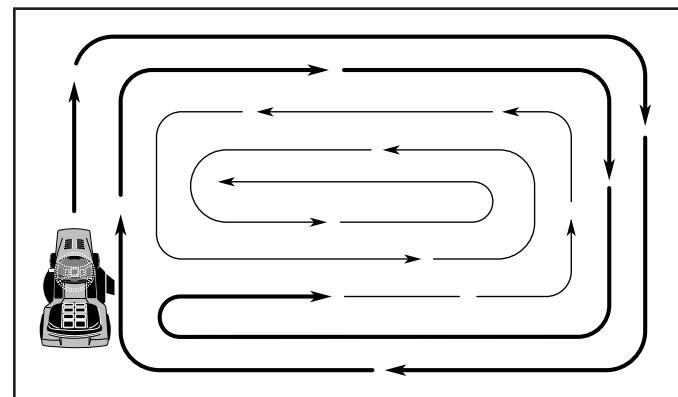

Fig. 13
- Al segar las áreas grandes, empiece girando a la derecha de modo que los recortes se descarguen, alejándose de los arbustos, cercos, entradas de automóviles, etc. Despues de una o dos vueltas, siegue en la dirección opuesta, haciendo virajes a la izquierda, hasta que termine (Vea Fig. 13)